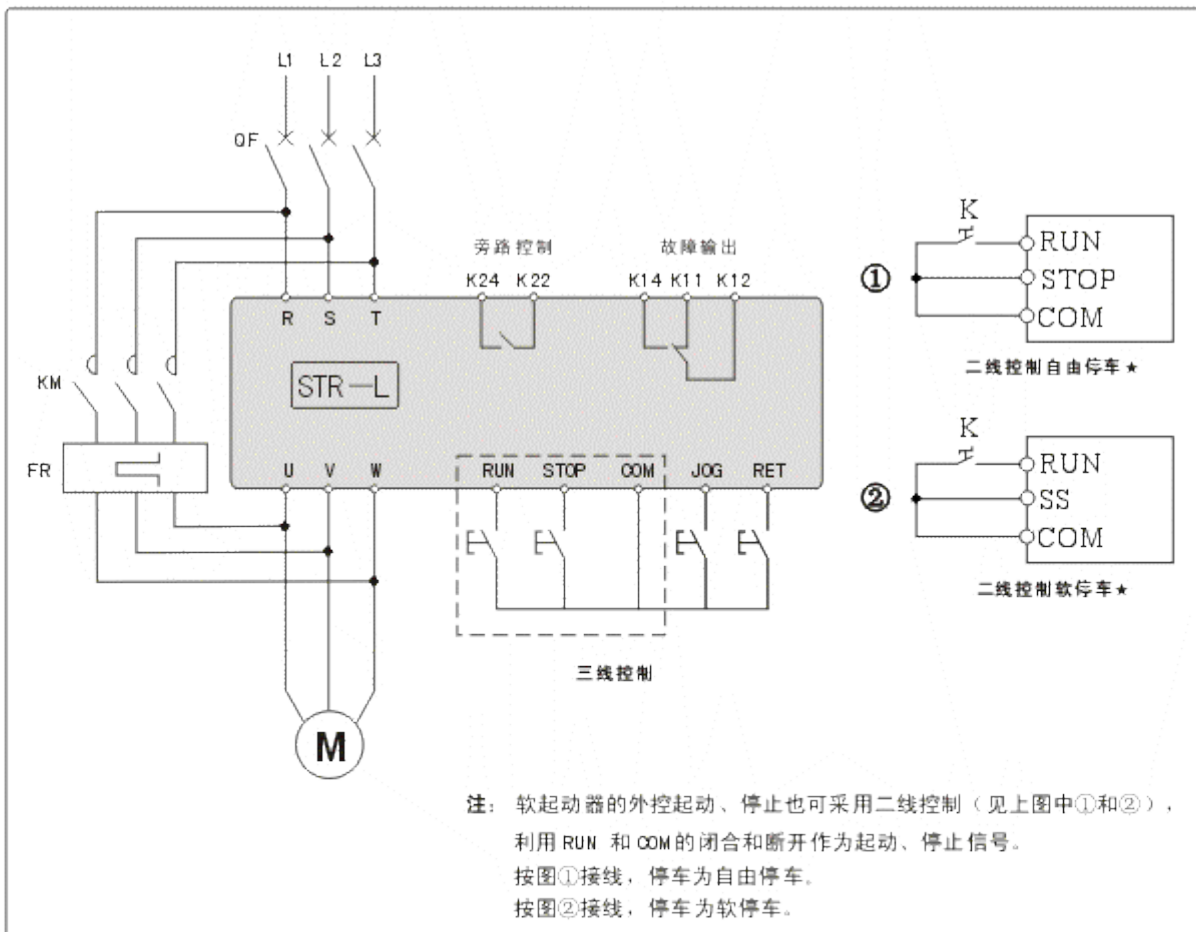

图 5-2
- ▶ STR系列L型软起动器在起动完成后无在线运行功能，因此使用时必须配接旁路接触器KM，详见图5-2。
- ▶ STR系列L型软起动器在起动完成并旁路接触器投入运行后，仅具备输入电压缺相保护功能，所以在使用时，电机侧必须加装热继电器FR或电机综合保护器来实现对电机的保护，详见图5-2。
- ▶ STR系列L型软起动器外部起动、停车控制有两种接线方式，即三线控制接线和两线控制接线，详见图5-2。
③ 通过SS端子可实现软停车功能（详见图5-2），软停车时间用户不可调整。
④ 表示外控有两种接线方式，详见基本接线图5-2。
- ①应根据负载的特性选择合适的起动模式。
- ②为保证电机的软起动效果，斜坡初始电压不可设置过高，一般情况下设置为25%~50%范围内。
- ③电压的百分比是指即时引入电网电压的百分比。
- ④电流的百分比是指“当前额定电流指示”  项显示电流值对应的电流百分比。
- ⑤当起停控制方式被设置为3（键盘和外控均有效），而外控连接为两线控制方式时（详见第8页图5-2），键盘起动（ 键）和停止（ 键）无效。